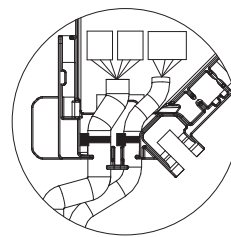

Fig. 10-15
- Compruebe que la abrazadera que sujeta los cables de enlace del Sensor i-see y del receptor de señales esté colocado en el interior de la caja de conexión. (Fig. 10-15)